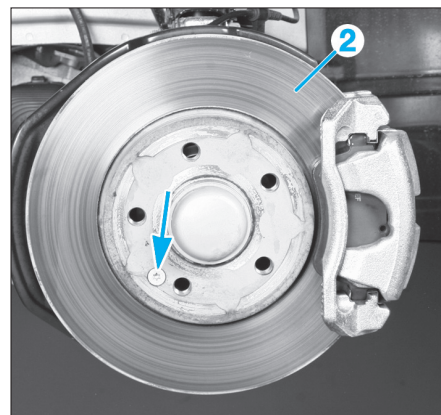

FIG. 14
- Déposer la vis (flèche) de fixation du disque (2) (Fig.14).